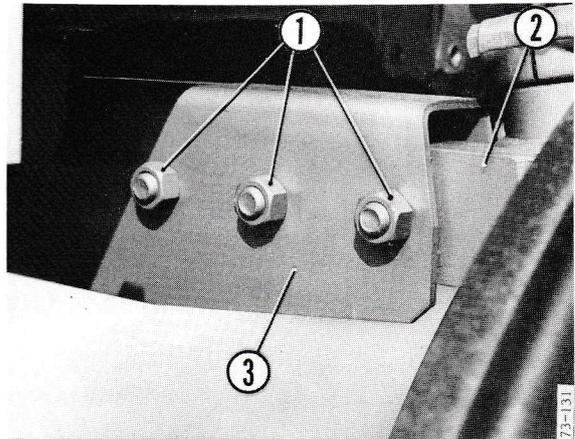

Figure 77
- 2 - Déposer les trois boulons 1 figure 77 de serrage des extrémités mobiles 2 de l'essieu 3.